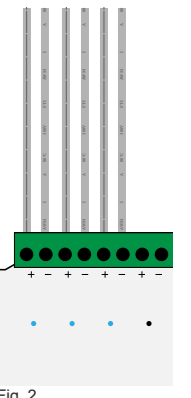

Fig. 2
1. Determinare la posizione delle strisce LED sotto la pedata delle scale. Praticare un foro (4 mm) vicino alla striscia LED nella parte verticale del gradino (superficie di appoggio) sul lato del cavo (vedere Fig. 2).